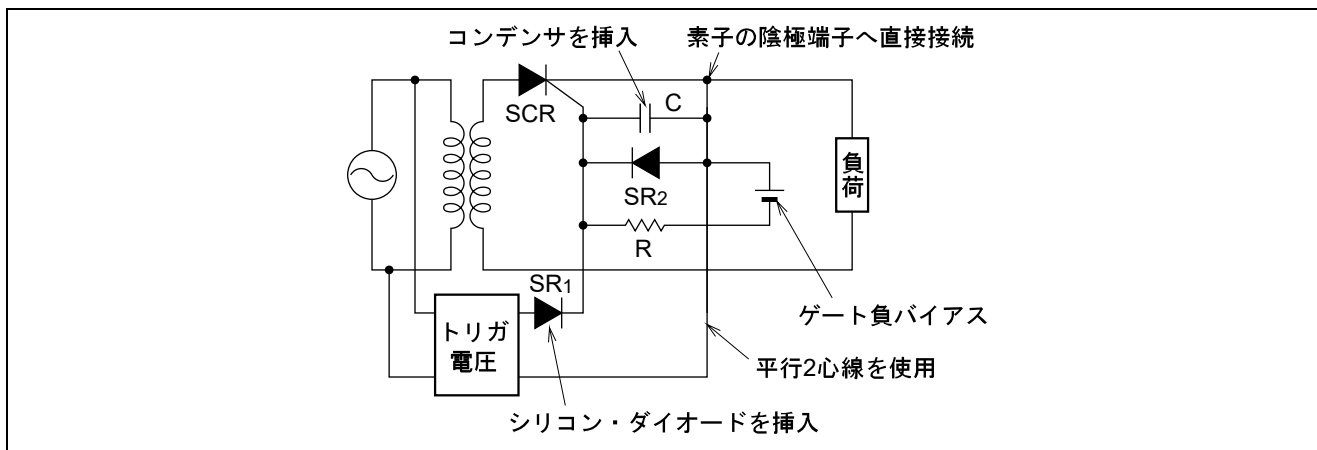

図8 トリガ回路の誤動作防止対策例
- (1) ゲートリード線に電圧が誘起しないよう、ゲートリード線を主回路電線からなるべく離す。
- (2) ゲート・陰極間にコンデンサ (0.01~0.1 μF くらい) を挿入し、雑音電圧を吸収させる。
- (3) ゲート回路配線において、主回路陰極側導線と、ゲート回路陰極側導線との共用を避け、面倒でも素子の陰極端子へ直接接続する。
- (4) ゲートリード線にシールド線を用いるか、平行2心線を用い電磁誘導が生じないか、あるいは打ち消されるように配慮する。
- (5) ゲートと直列にシリコン・ダイオードを接続し、その立ち上がり電圧 (約 0.7V) を利用して雑音電圧を阻止する。
- (6) ゲートを陰極に対し負バイアスし雑音電圧を阻止する。
- 以上は要約ですが、これを図によって示すと図8のとおりです。